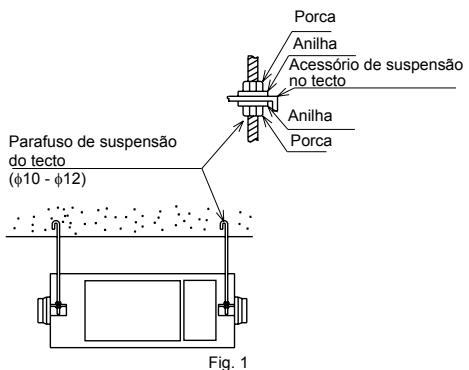

Fig. 1
- Instale o ventilador correctamente na horizontal para suportar o seu peso. (Fig. 1)